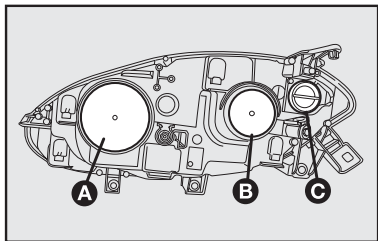
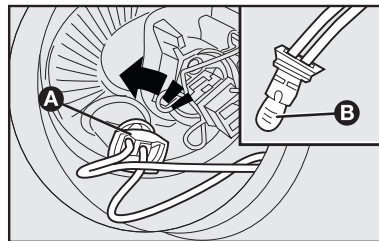

fig. 15
fig. 17
GRUPOS ÓTICOS DIANTEIROS - fig. 15
- remover a tampa de proteção **B-fig. 15**;
- montar corretamente a tampa de proteção **A-fig. 15**.
- remover a tampa de proteção **A-fig. 15**;
- puxar o porta-lâmpada **A-fig. 17** e retirá-lo;
- extrair a lâmpada **B-fig. 17** e substituí-la;
- montar a nova lâmpada, introduza novamente o porta-lâmpada **A-fig. 17**, depois monte corretamente a tampa de proteção **B-fig. 15**.
- girar em sentido anti-horário a tampa de proteção **C-fig. 15**;